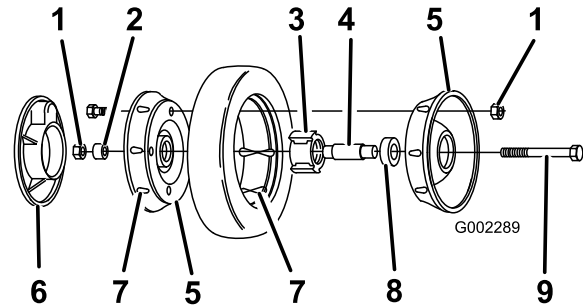

Figura 29
3. Retire el perno, el suplemento de la rueda y la contratuerca que monta la rueda al brazo de pivote (Figura 29).
4. Separe las mitades de la rueda del neumático retirando los 4 pernos y las 4 contratuercas (Figura 29).
Nota: Si retira los cojinetes del conjunto de cojinete/buje, retírelos apretando sobre el suplemento del cojinete (Figura 29).
1. Coloque el neumático en una mitad de rueda, alineando las orejetas en cada pieza (Figura 29).
2. Coloque el conjunto cojinete/buje en el hueco central de la mitad de la rueda. Asegúrese de que las patas del buje están posicionadas sobre la brida del hueco (Figura 29).
3. Coloque la otra mitad de la rueda sobre el conjunto cojinete/buje, alineando las orejetas de la rueda y del neumático y los taladros de montaje (Figura 29).
4. Usando 2 tornillos o pernos de rosca completa (1/4-20 x 1,50 pulg.) y tuercas no de freno, conecte sin apretar las dos mitades de la rueda. Monte los tornillos o pernos en taladros opuestos (Figura 29).
5. Compruebe la alineación de todas las piezas y apriete los pernos, alternando de uno a otro para que el encaje sea uniforme, hasta que las mitades de la rueda estén juntas (Figura 29).
6. Instale los 2 pernos y 2 contratuercas que retiró anteriormente en los taladros restantes de las mitades de la rueda, y apriételos. Retire los dos tornillos o pernos largos y sustitúyalos por 2 pernos y 2 contratuercas (Figura 29).
7. Instale la rueda en el brazo de pivote con los pernos, un suplemento y una contratuercas. Asegúrese de que el suplemento está colocado entre el buje de la rueda y el brazo de pivote (Figura 29).